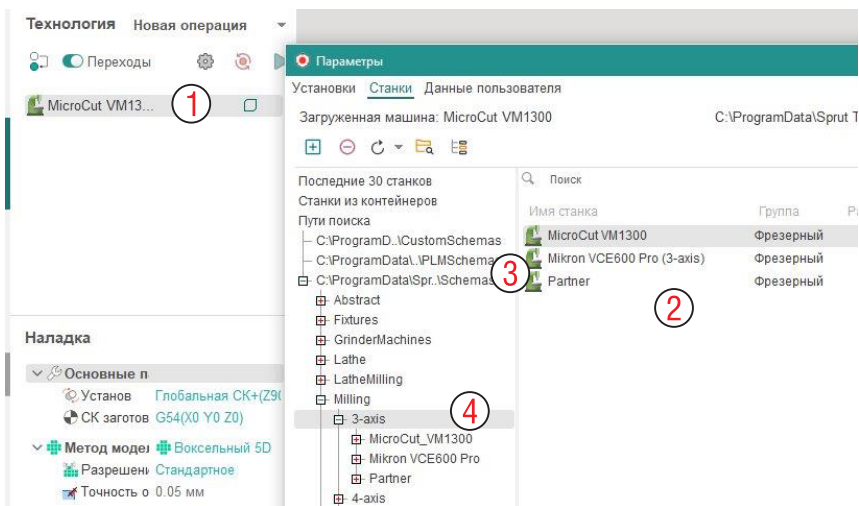

Рис. 3-1. Диалоговое окно выбора станка.
В режиме **Технология** дважды щелкните по имени станка (1 на рис. 3-1) и в появившемся диалоговом окне выберите станок Partner. СПРУТКАМ помнит последние 30 станков и покажет их в списке (2). Если этот станок в списке отсутствует, то надо в группе Пути поиска (3) раскрыть список станков из стандартной поставки, далее Milling (фрезерные) – 3-axis (3-осевые) (4). Нажмите Да для подтверждения выбора.